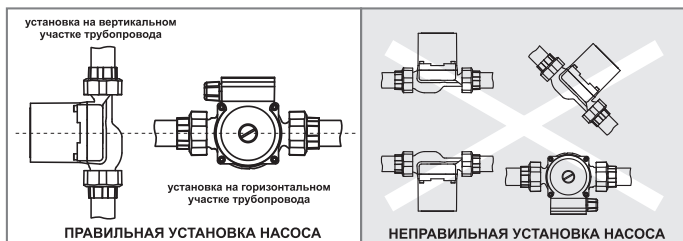

Рис. 3 Установка циркуляционного насоса
- Вал двигателя циркуляционного насоса должен располагаться строго в горизонтальном положении (см. **Рис. 3**);